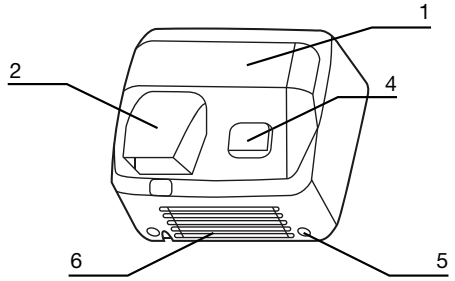

Fig. 1
DESCRIPTION DES MODÈLES (FIGURE 1)
- (Figure 1) Retirez les deux vis situés dans la partie inférieure de l'appareil (5). Conservez les vis. Vous devrez les remettre en place après avoir suspendu l'appareil au mur.
- (Figure 1) Extrayez la façade métallique (1) en faisant attention de déconnecter le câble de terre et le connecteur électrique.
- (Figure 1) Retirez les deux vis situés dans la partie inférieure de l'appareil (5).